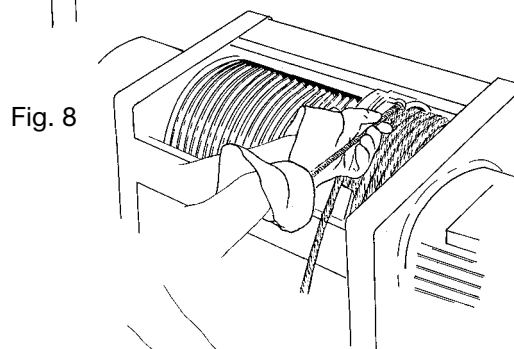
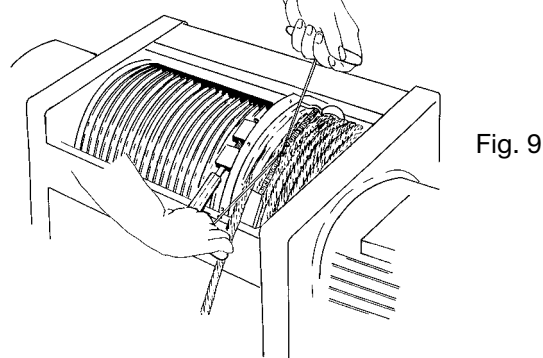
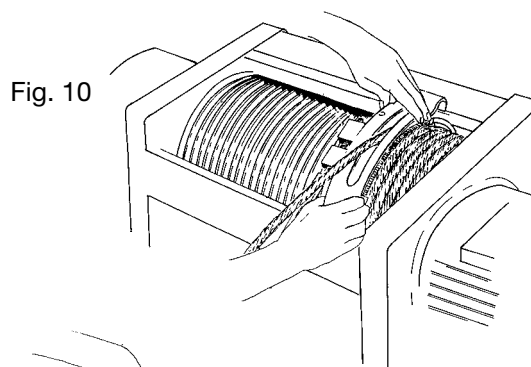
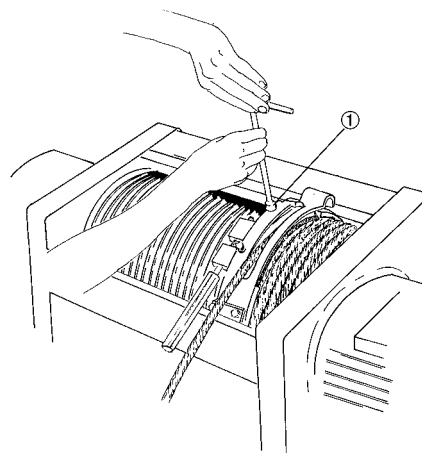

Fig. 8
Fig. 9
Fig. 10
Fig. 11
Monter wiserpændings-fjederen i den særlige åbning inde i ringen (fig. 8) og luk den ved at påhægte den (fig. 9). Sæt wireføringsglideskoen på (Fig. 10) og stram skruerne pos. 1 (Fig. 11).